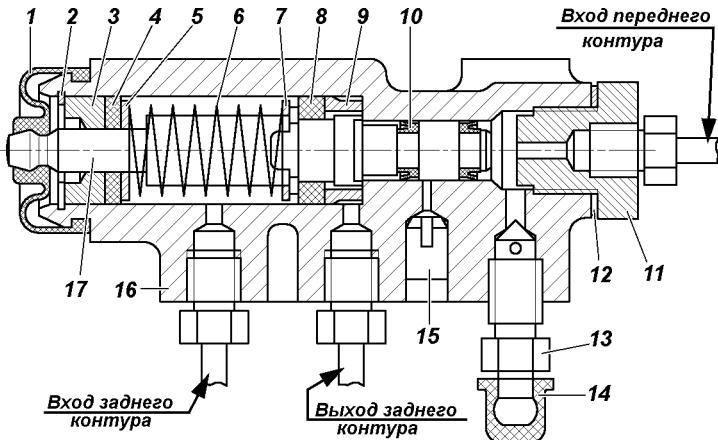

Рис. 9.32. Регулятор давления:
**Регулятор давления.** На автомобилях, не оснащенных антиблокировочной системой тормозов, устанавливается регулятор давления (рис. 9.32), который обеспечивает оптимальное распределение тормозных сил по осям автомобиля и не допускает блокировку задних колес раньше передних. При обслуживании проверяйте работоспособность регулятора давления. Очищайте регулятор от грязи и проверяйте надежность его крепления. Внешним осмотром убедитесь, что регулятор
3. Заверните болт 3 до соприкосновения его с хвостовиком поршня 17 (см. рис. 9.32) регулятора.